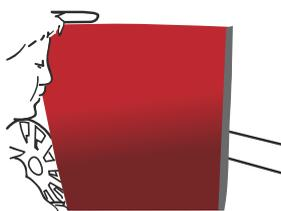

Abbildung 07
- › Abdeckpapier nach und nach entfernen, dabei weiter nach unten hin spannen. (Abb. 07)
- › Beginnen Sie mit der Vertiefung ①, dann mit der Erhebung ②, bis hin zur nächsten Vertiefung ③.
- › Bis zur nächsten Wellenform nach oben hin fortsetzen ④ und auf diese Weise bis zur ⑤ vollständigen Verklebung fortfahren.
- › Das gesamte Abdeckpapier abziehen. (Abb. 07)